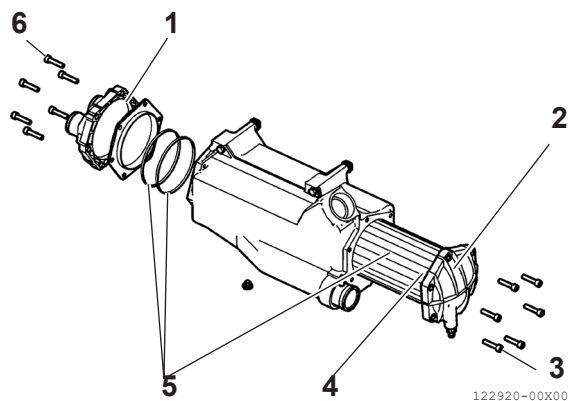

Figura 14
- 4. Retire las cubiertas (Figura 14 [1]) y (Figura 14 [2]) en el banco o en un lugar adecuado.
- 5. Extraiga el conjunto de tuberías (Figura 14 [4]).
- 10. Sustituya todas las juntas (Figura 14 [5]) durante el montaje.
- 11. Apriete los tornillos (Figura 14 [3]) y (Figura 14 [6]) al par especificado.